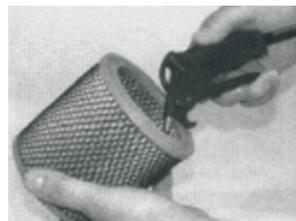
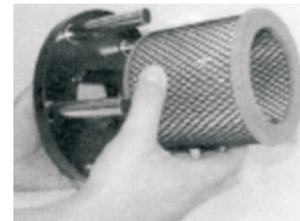

FIGURA 15 - LIMPEZA DO FILTRO
FIGURA 16 - REMOVENDO O FILTRO
- Remova o elemento filtrante de ar (figura 15) limpe-o utilizando uma pressão máxima de 2,0bar (30 lbf/pol²) (figura 16). em seguida comprima-o e monte o elemento conforme procedimento 1** (figura 17) no alojamento do filtro certificando-se de que o mesmo esteja encaixado e suas bordas devidamente apoiadas. esta não observância (idem demais modelos de filtros) poderá causar falhas ao compressor. Não lave o elemento. Verifique o funcionamento da válvula de segurança, puxando sua argola (figura 11).